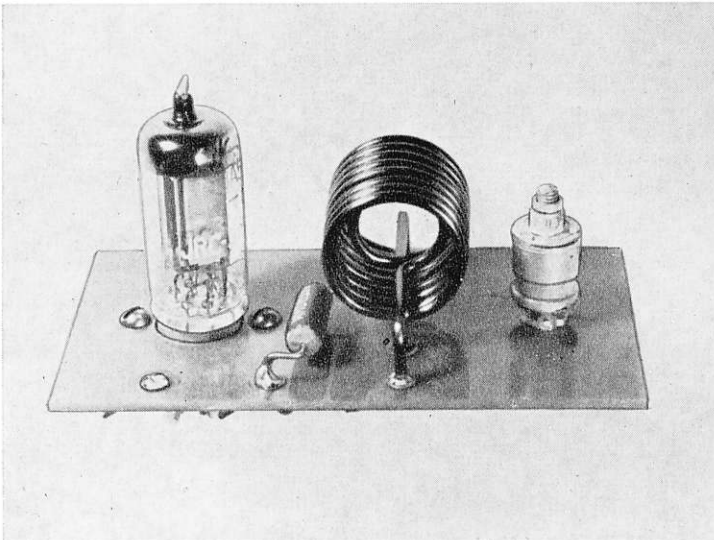

Fig. 410.
- Chassiet är nu färdigbyggt, se fig. 410.